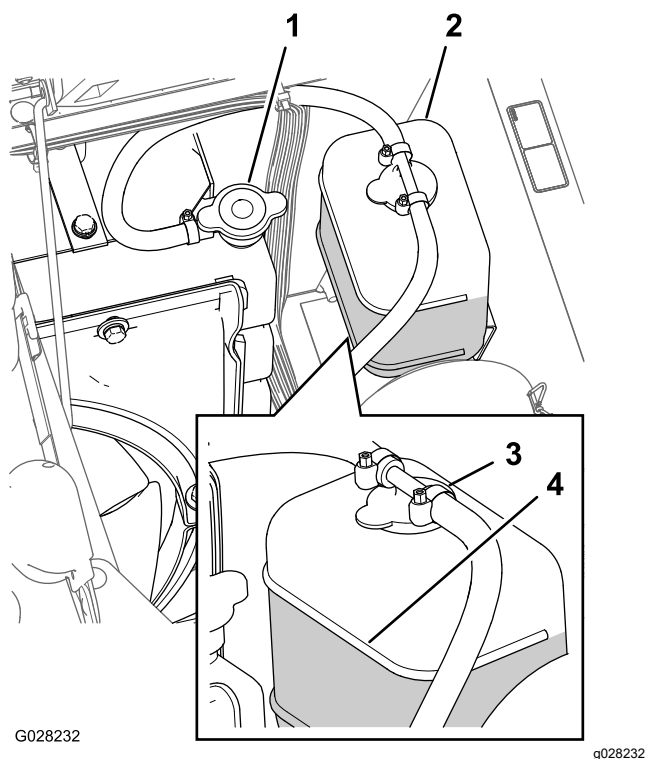

Bild 103
3. Schrauben Sie den Kühlerdeckel und den Deckel vom Ausdehnungsgefäß vorsichtig ab (Bild 103).
Hinweis: Der Kühler muss bis zur Oberkante des Füllstutzens, und das Ausdehnungsgefäß bis zur Voll-Markierung am Behälter gefüllt sein (Bild 103).
5. Wenn der Kühlmittelstand niedrig ist, nehmen Sie den Deckel des Ausdehnungsgefäßes und den Kühlerdeckel ab. Füllen Sie dann das Ausdehnungsgefäß bis zur VOLL-Markierung und den Kühler bis zur Oberkante des Einfüllstutzens (Bild 103).
6. Drehen Sie die Deckel wieder auf das Ausdehnungsgefäß und den Kühler auf (Bild 103).
2. Warten Sie, bis der Motor abgekühlt ist, und nehmen Sie dann den Kühlerdeckel ab (Bild 103).
6. Nehmen Sie den Kühlerdeckel ab (**Bild 103**).
8. Lassen Sie den Motor an, wenn der Deckel lose auf dem Kühler sitzt (**Bild 103**).
10. Wenn das Kühlmittel warm ist, füllen Sie das Kühlmittel bis zur Dichtungsoberfläche des Deckels nach und drehen Sie den Deckel fest (**Bild 103**).
11. Nehmen Sie den Deckel des Ausdehnungsgefäßes ab und füllen Sie den Behälter bis zur Cold-Markierung mit Kühlmittel (**Bild 103**).